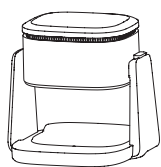

рис. 13
- ① Переключите устройство в режим жарки воздухом (рис. 13).
- ② Убедитесь, что ножки из силиконового каучука находятся на решетке для создания